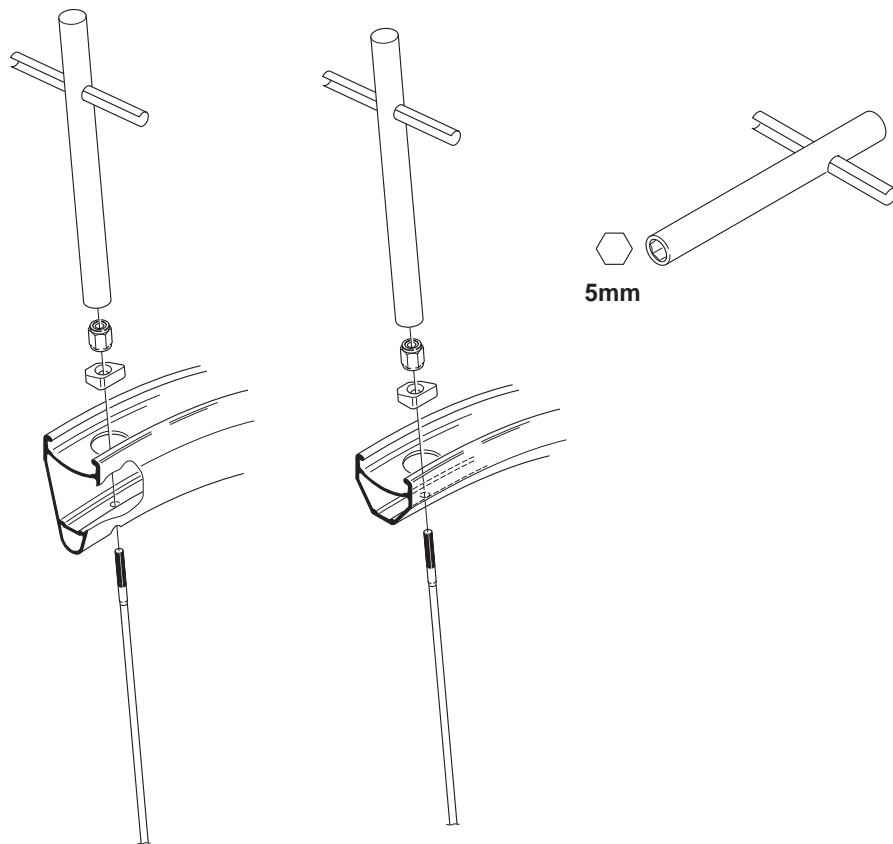

Fig. 52
- Infilate la piastrina sul raggio tenendo la zona concava rivolta verso l'esterno della ruota (Fig. 52) e avvitate il dado di circa 4 giri con una chiave da 5mm.
- Fit the plate on the spoke, keeping the concave part facing outwards (Fig. 52) and tighten the nut by about four (4) turns with a 5mm wrench.
- Enfilez la plaquette sur le rayon en maintenant la zone concave tournée vers l'extérieur de la roue (Fig. 52) et vissez l'écrou d'environ 4 tours avec une clé de 5mm.
- Meter la placa en el radio con la parte cóncava girada hacia el exterior de la rueda (Fig. 52) y enroscar la tuerca con 4 giros, más o menos, con una llave de 5mm.
- Das Plättchen auf die Speiche setzen und dabei den konkaven Bereich vom Laufrad aus nach außen halten (Abb. 52) und mit einem 5 mm Schlüssel die Mutter mit 4 Drehungen anziehen.
- Bevestig het plaatje op de spaak, hierbij het ronde deel naar buiten richten (fig. 52) en draai de moer vast door middel van 4 slagen met een 5 mm sleutel.